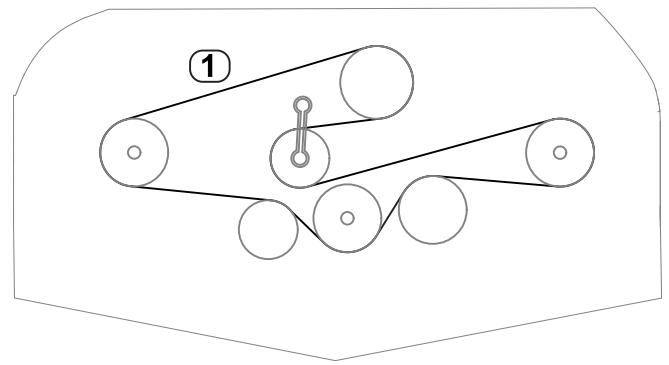

Figure 28
5. À l'aide d'une clé dynamométrique ou d'un outil similaire, installez la nouvelle courroie autour des poulies d'axes et de la poulie de tension, comme montré à la Figure 28.